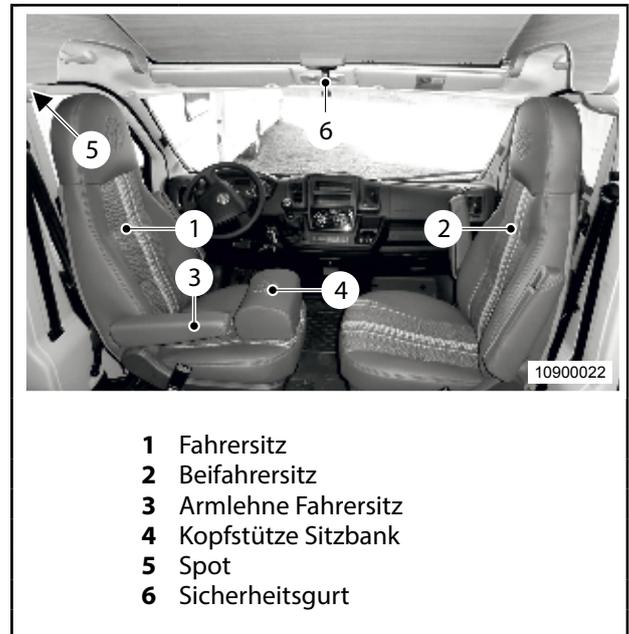

Abb. 43 Hubbett mechanisch
1. Fahrersitz (Abb. 43, Pos. 1) und Beifahrersitz (Abb. 43, Pos. 2) in abgebildete Positionen bringen.
2. Armlehnen Fahrersitz (Abb. 43, Pos. 3) absenken.
3. Linke Kopfstütze (Abb. 43, Pos. 4) der Sitzbank demonstrieren und auf dem Fahrersitz ablegen.
4. Spot (Abb. 43, Pos. 5) über dem Tisch nach hinten versetzen.
5. Sicherheitsgurt (Abb. 43, Pos. 6) am Hubbett lösen.